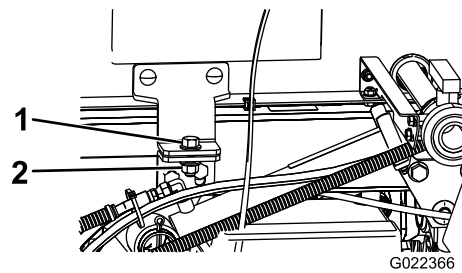

Figure 98
5. Retirez les boulons de sécurité à l'avant du patin (Figure 98).